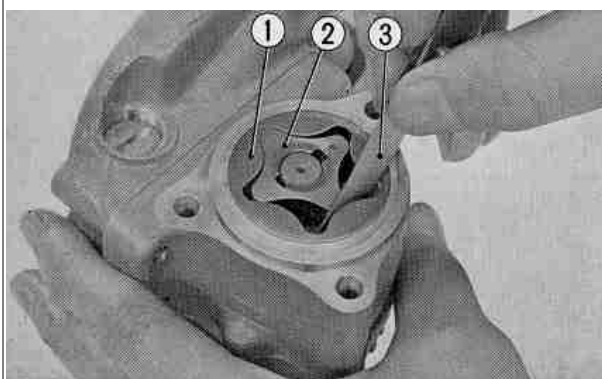

Fig. 3-15 (1) rotore esterno
3. Misurare il gioco tra il rotore esterno ed il rotore interno con uno spessimetro. Se le tolleranza tra i due rotori supera **0.35 mm** ambedue i rotori devono essere sostituiti. (**Fig. 3-15**)